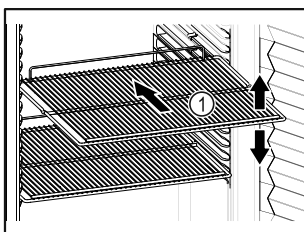

Fig. 58 Eksempelfremstilling
- Hvis oppbevaringshyllene Fig. 58 (1) kan flyttes, juster etter høyden.